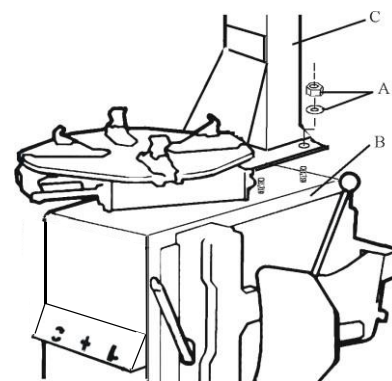

Fig 3
2. Skru av mutteren A på kabinettet B som vist i fig 3. Løft kolonnen C; Monter den på maskinhuset B ved å bruke mutteren A gjennom bolten på maskinhuset B. Hvis kolonnen løsner etter en tids bruk, stram dem umiddelbart. Ellers kan det oppstå skade på dekket.